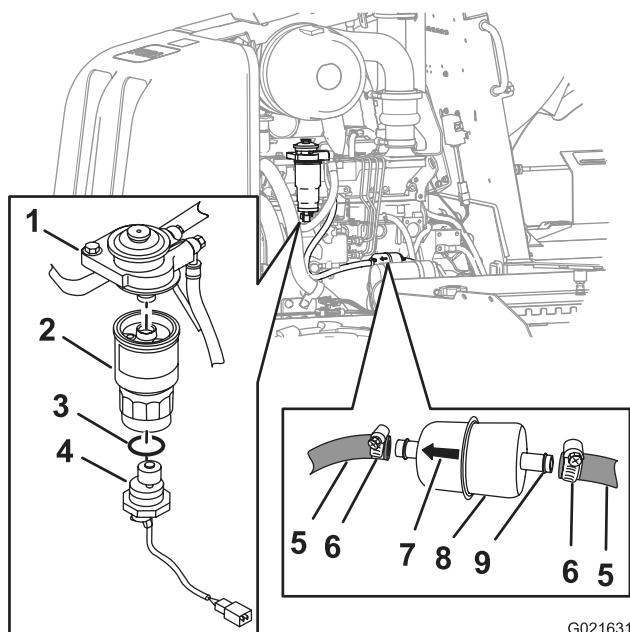

Figura 130
4. Solte as abraçadeiras das mangueiras e desconecte o filtro de combustível primário das mangueiras de combustível (Figura 130).
5. Alinhe no novo filtro de combustível primário com as mangueiras, com a seta impressa no filtro apontada para frente (Figura 130).
6. Encaixe as mangueiras sobre a respectiva espiga no filtro de combustível primário e aperte as abraçadeiras (Figura 130).
- C. Segure com firmeza o elemento do filtro de combustível secundário e gire o sensor de água no sentido anti-horário, removendo o sensor de água (Figura 130).
- D. Segure o filtro de combustível secundário com firmeza e gire-o no sentido anti-horário, removendo o filtro do adaptador (**Figura 130**).
- Alinhe o novo filtro de combustível secundário com o seu adaptador (**Figura 130**).
- Alinhe o novo anel "O-ring" sobre o sensor de água (**Figura 130**).
- Alinhe o sensor de água com o fundo do filtro de combustível secundário (**Figura 130**).
- Segure o elemento do filtro secundário com firmeza e gire o sensor de água no sentido horário, apertando-o manualmente (**Figura 130**).